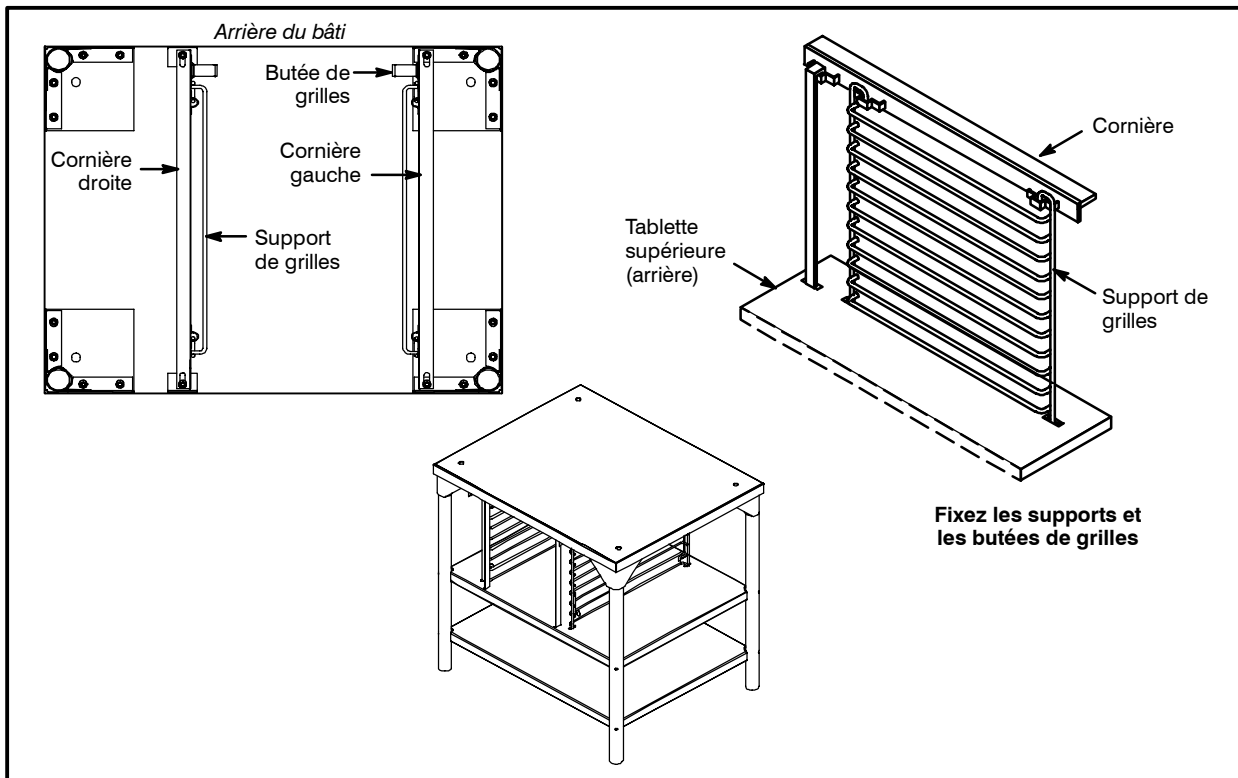

Figure 3
1. Mettez le cadre du bâti à l'envers sur le plancher, comme l'illustre la Figure 3.
REMARQUE: Veillez à ce que les cornières et les pinces se trouvent à l'emplacement approprié pour la configuration de votre four. Reportez-vous à la Figure 3.